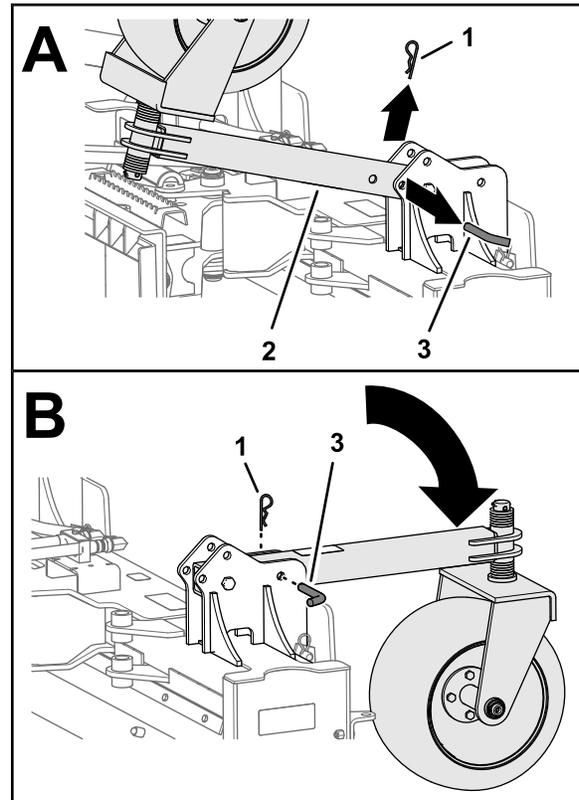

Figura 3
1. Retire el pasador y la chaveta (Figura 3).
2. Gire la rueda giratoria a la posición de operación, como se muestra en la Figura 3.
3. Sujete la rueda giratoria con el pasador y la chaveta (Figura 3).